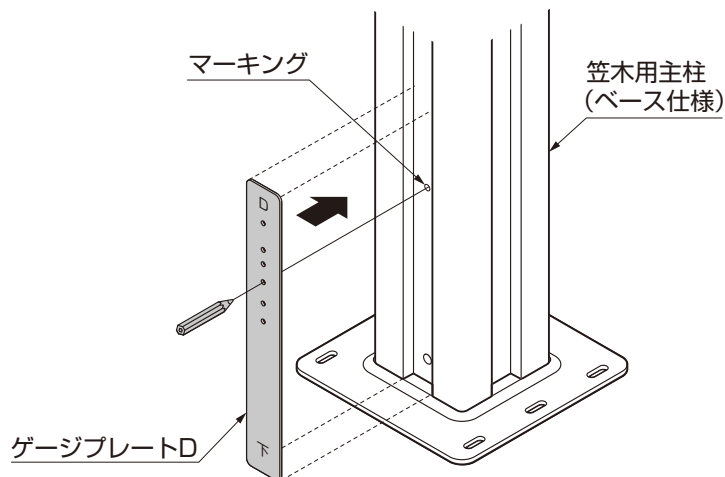

図1-7
- ①パネルを入れる側の面に、ゲージプレートDを使い、印をつけてください。(図1-7参照)
- ②印を付けた笠木用主柱(ベース仕様)の溝部のネジ位置に、φ3の下穴をあけてください。(※1)
- ③φ3下穴(※1)と下棧受け部品の穴を合わせ、笠木用主柱(ベース仕様)に【5-2】で取付けてください。
- ④下部の下穴φ3は下棧受け部品をガイドにしてあけてください。(※2)
- ⑤下棧受け部品を笠木用主柱(ベース仕様)に【5-2】で固定してください。